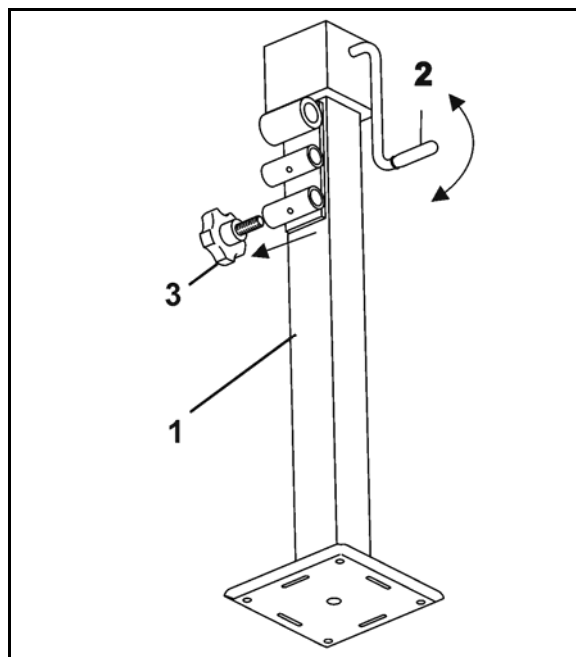

Fig. 28
- Støttefoten er senket når maskinen er frakoblet. **Heve støttefoten (Fig. 28/1):**
1. Sveiv støttefoten opp med sveiven (Fig. 28/2).
2. Trekk til bolten (Fig. 28/3).
Senke støttefoten (Fig. 28/1):
1. Trekk til bolten (Fig. 28/3).
3. Sveiv støttefoten ned med sveiven (Fig. 28/2).